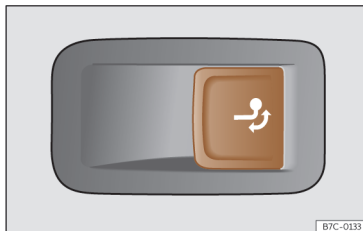

Fig. 176 No lado direito da bagageira: botão para desbloquear o gancho de reboque.
- Puxe o botão >>> Fig. 176 de forma breve. O gancho de reboque desbloqueia-se eletricamente e roda-se automaticamente para fora. A luz de controlo do botão pisca.
- Puxe o botão >>> Fig. 176 de forma breve. O gancho de reboque desbloqueia-se eletricamente.
- Nunca pressione o botão >>> Fig. 176 quando tiver um reboque engatado ou estiver montado um porta-bagagens ou outros acessórios sobre o gancho de reboque.